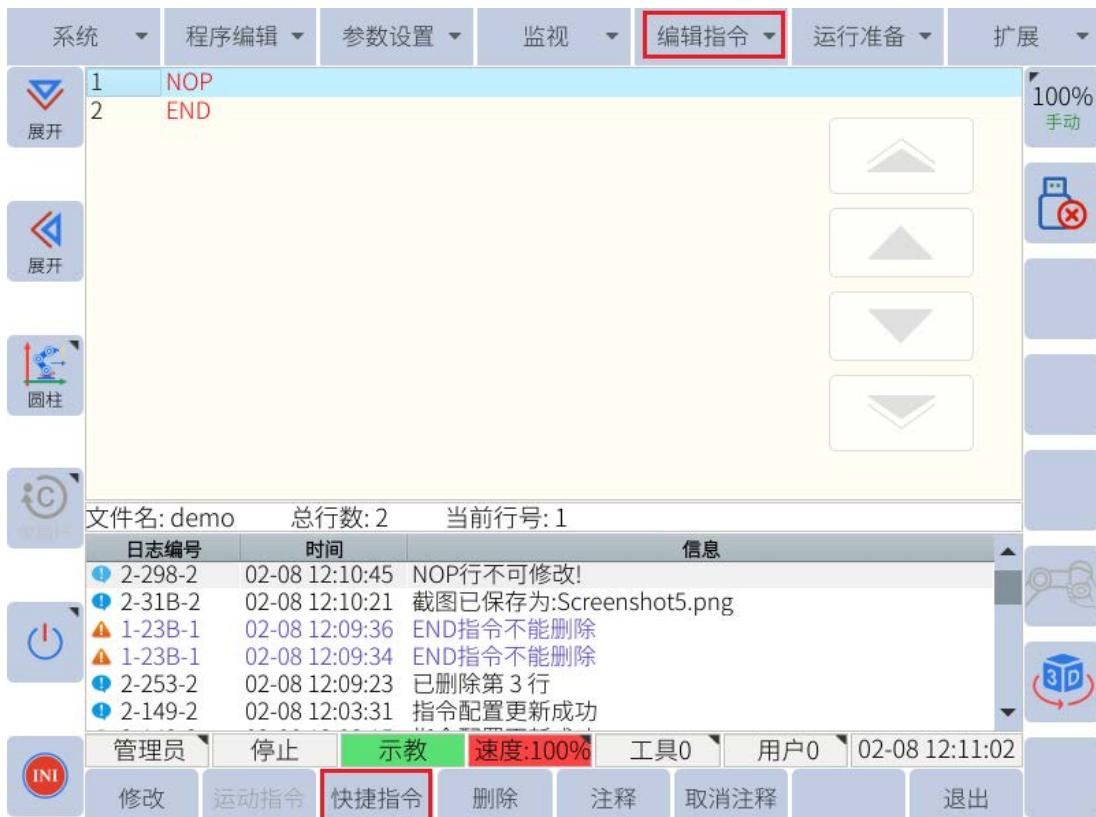

图 4-6：插入其它指令
2. 然后按主菜单下的“编辑指令”或子菜单区域的“快捷指令”选择要插入的指令，如图 4-6 所示。